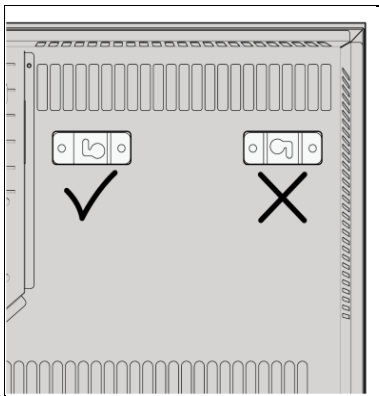

Figura 9
7. Înainte de a instala suporturile pe Alutherm Sani, verificați de două ori orientarea (Figura 9).